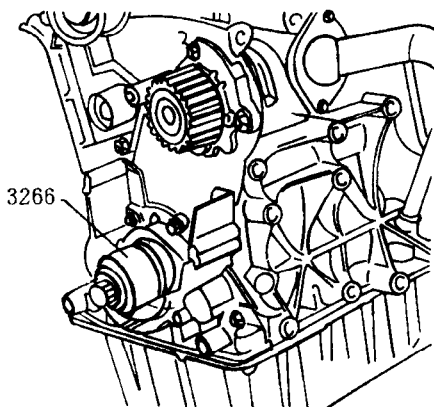
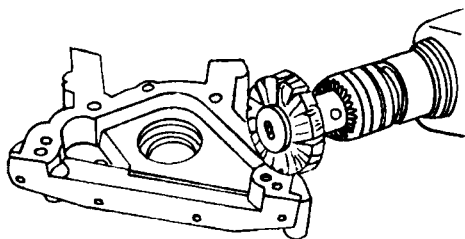

图 1-23
图 1-25
③将油封从导向套筒推入,将油封和压力套筒 3266 一同压紧,可利用曲轴端齿形皮带轮的中心螺栓在曲轴上(图 1-23)。
④没有磨合痕迹:均匀压入油封。
⑤曲轴上有磨合痕迹:压牢油封。
⑥安装曲轴端齿形皮带轮,并用专用托架 3099 固定(图 1-25)。
④拧下前密封法兰。取下密封法兰,若需要,可用橡胶锤轻敲,使法兰松动。
⑤用平刮刀刮掉缸体上的密封剂残余物,密封法兰上的密封剂残余物可用旋转式塑料刷子刷掉 (戴上防护眼镜) (图 1-25)。